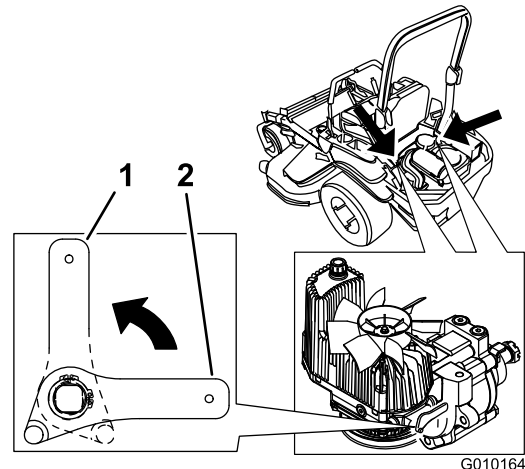

Bild 37
2. Drehen Sie zum Schieben der Maschine das Sicherheitsventil heraus. So kann Hydrauliköl an der Pumpe vorbei direkt zu den Rädern fließen, die sich daraufhin drehen können (Bild 37).
4. Stellen Sie die Ablassventilhebel zum Schieben der Maschine horizontal (Bild 37).